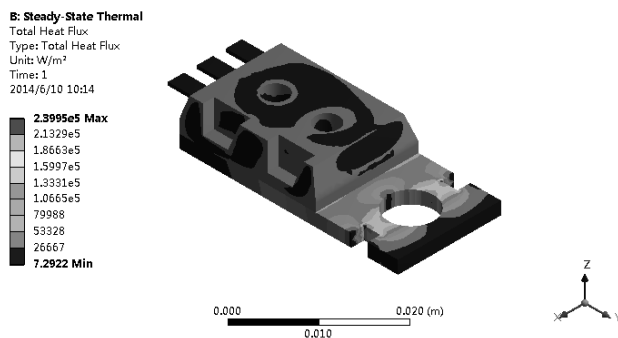

图 11-46 热通量云图
- 3) 热通量云图。在【Outline（分析树）】中选择【Solution（B6）】节点，单击其下的【Total Heat Flux】项  Total Heat Flux，在图形窗口显示出热通量云图，如图 11-46 所示。从图中可知芯片底部发生了最大的热流动。